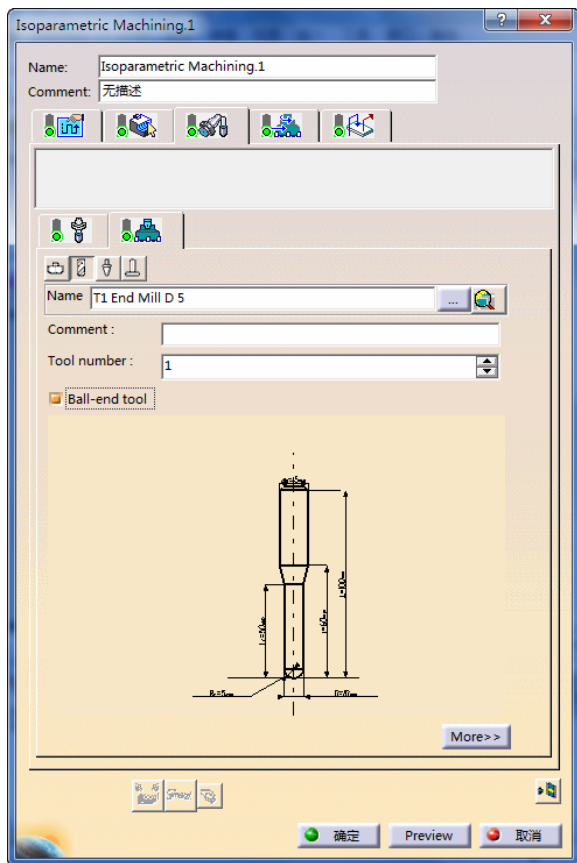

图 5-17 刀具参数选项卡（1）
- 单击“Isoparametric Machining.1”对话框中的，切换到刀具参数选项卡（1），在“Name”文本框中输入“T1 End Mill D5”，选中“Ball-end tool”复选框，如图 5-17 所示。